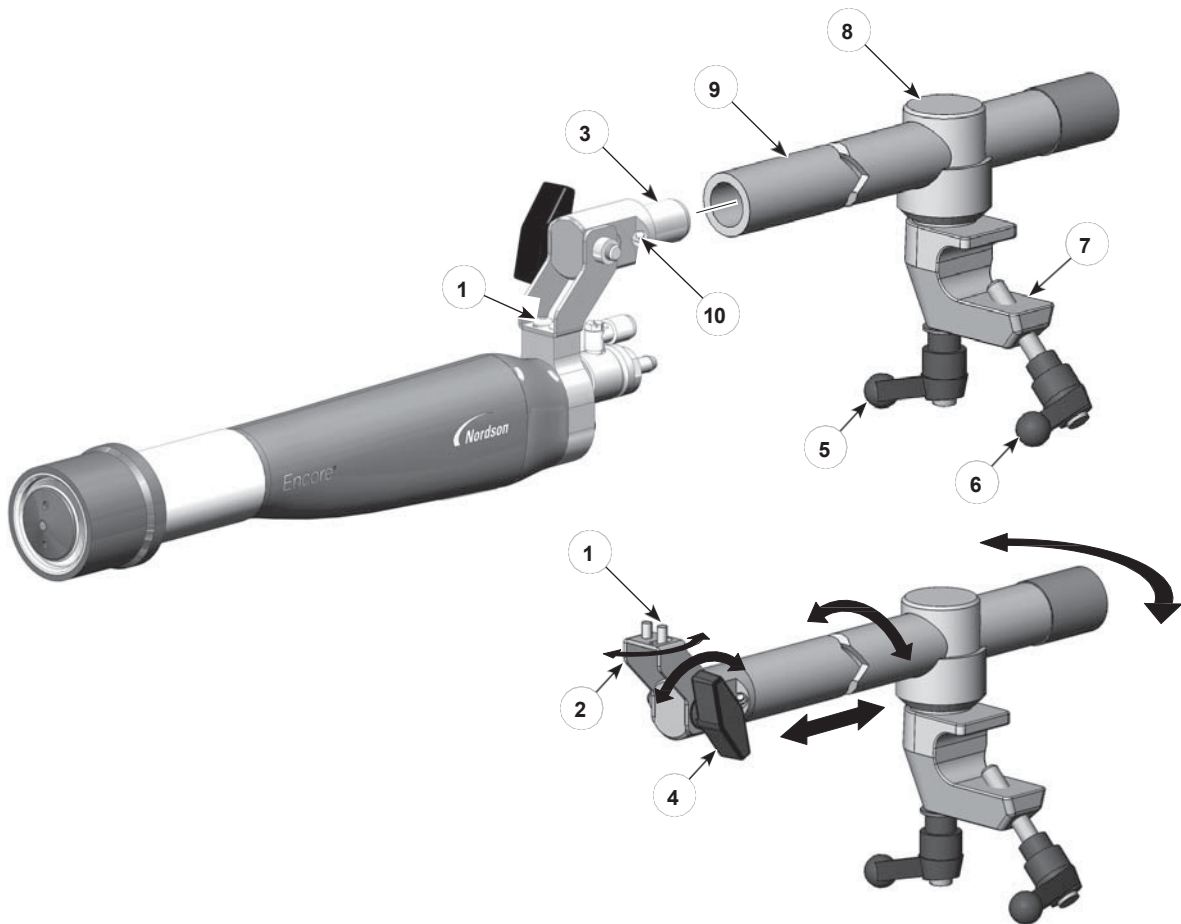

Рисунок 3-1 Стандартное крепление пистолета-распылителя с шарнирной штангой
- См. Рисунок 3-1. Установите адаптер трубки (3) на конец регулировочной штанги (9) и закрепите его, затянув установочный винт (10) шестигранным ключом на 4 мм.
- Чтобы переместить наконечник пистолета-распылителя из стороны в сторону, ослабьте правый винт с кнопкой (1).
- Чтобы наклонить наконечник пистолета-распылителя вверх или вниз, ослабьте ручку наклона (4).
- Чтобы повернуть регулировочную штангу или сдвинуть ее вперед или назад, ослабьте стопорную рукоятку (5).
- Установите зажим (7) на 1-дюймовую монтажную планку и затяните ручку зажима (6).